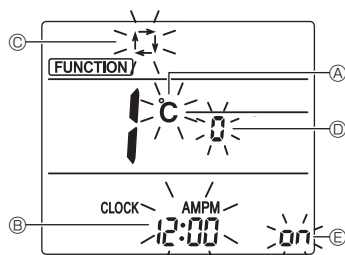

Fig. 7-10
| Elemento                 | Configuración                                    | Fig. 7-10 |
3. Compruebe que se muestra la función N.º "1", y luego pulse el botón **SET** ③. Se visualizará la pantalla de configuración de la visualización. (Fig. 7-10)